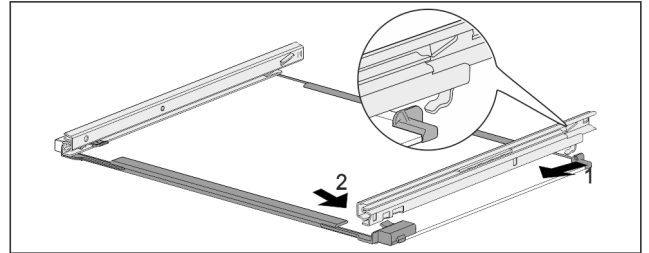

Fig. 192 Placa de vidrio con guías
- ▶ Enganche la guía por detrás. Fig. 192 (1)
- ▶ Encastre la guía por delante. Fig. 192 (2)